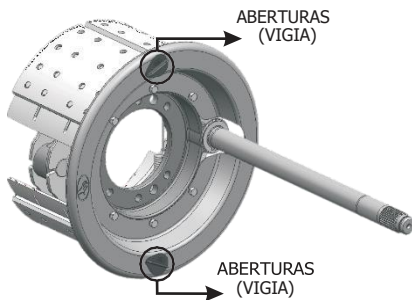

FIGURA 26
- Controlar periodicamente o desgaste das lonas de freio através das aberturas (vigia) existentes no tapa-pó (FIGURA 26);